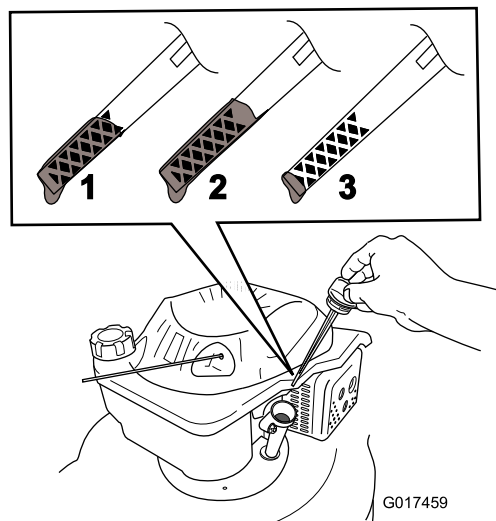

Figura 6
2. Retire la varilla (Figura 6).
3. Vierta aceite **lentamente** en el tapón de llenado de aceite, espere unos minutos y compruebe el nivel de aceite en la varilla limpiando la varilla e insertándola **sin enroscar** en el orificio (Figura 6).
Nota: Llene el cárter con aceite hasta que la varilla indique que el nivel del aceite del motor es correcto, según se muestra en Figura 6. Si usted llena demasiado el motor, vacíe el exceso de aceite siguiendo las instrucciones de la sección Cómo cambiar el aceite del motor.